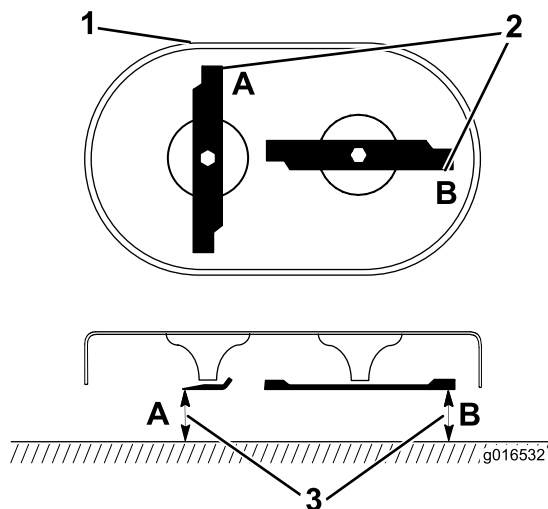

Рисунок 40
1. Поверните ножи в положение, показанное на рис. Рисунок 40.
и В (Рисунок 40) и запишите оба результата измерения.
3. Поверните ножи так, чтобы их противоположные концы находились в позициях А и В (Рисунок 40).